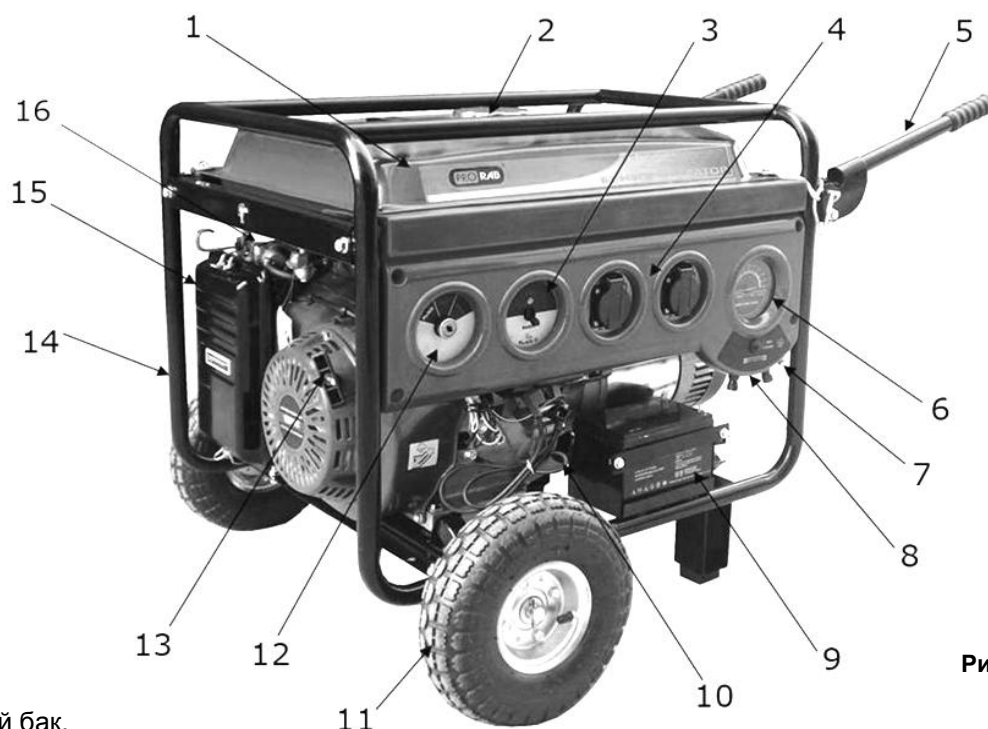

Рис. 1
- Запуск бензинового двигателя осуществляется ручным стартером, при помощи рукоятки (13) (См. Рис.1), или же электрическим стартером, при помощи ключа зажигания.
- Заправка топливного бака (1) осуществляется через заправочную горловину, закрытую крышкой (2).
- Топливо из топливного бака (1) через топливный кран (16) и топливную систему, поступает в карбюратор.
- С помощью воздушного фильтра производится очистка воздуха, поступающего в карбюратор двигателя. Для проведения технического обслуживания воздушного фильтра, он снабжен съемной крышкой (15). Через крышку открывается доступ к фильтрующему элементу.
- Розетки (4) предназначены для подключения потребителей однофазного переменного тока, напряжением 220 В.
- Вольтметр (6) предназначен для измерения величины выходного напряжения работающего генератора.
- Розетка (8) предназначена для подключения потребителей постоянного тока, напряжением 12 В.
- Окрутите крышку топливного бака (2)(См. Рис.1). Проверьте уровень топлива.
- Закройте топливный кран (16)(См. Рис.1) перед дозаправкой топлива.
- Отверните масляную пробку (10)(См. Рис.1), достаньте щуп.
- Соедините разъем заземления (7)(См. Рис.1) на панели управления с заземлителем. Для соединения используется провод, сечением не менее 1,5 мм².
- Противоположный конец провода соединяется с клеммой заземления генератора (7)(См. Рис.1).